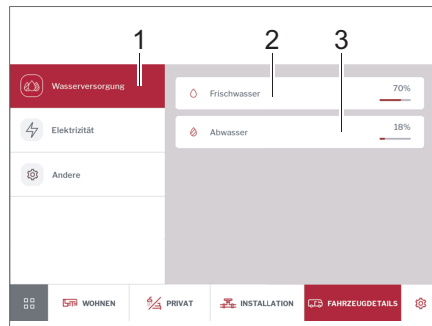

Bild 280 Wasserversorgung
- Auf Schaltfläche *Wasserversorgung* (Bild 280,1) tippen.
Es werden die Füllstände des Frischwassertanks (Bild 280,2) und des Abwassertanks (Bild 280,3) in % angezeigt.